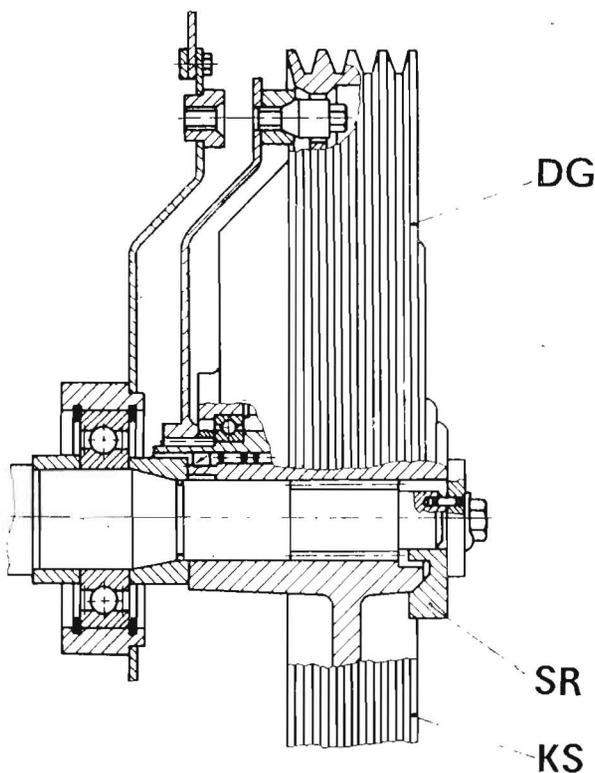

Bild 11
4.2.15. Dreschtrommelgetriebe (Stirnradumlaufgetriebe) (Bild 3 – Pos. 17 und Bild 11)
Das Einstellen der niedrigen Drehzahlstufe erfolgt gemäß Bedienanweisung für Mähdrescher E 516 S. 37. Die obere Bildhälfte von Bild 11 zeigt den Anbau des Dreschtrommel-getriebes (DG) mit eingestellter niedriger Drehzahlstufe. Die untere Bildhälfte zeigt den Anbau der Keilriemenscheibe (KS).